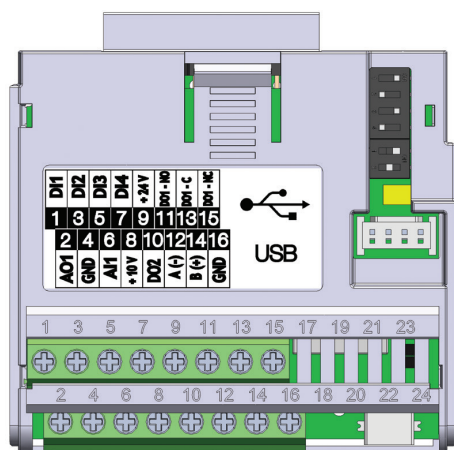

Figura 17.3: Módulo Plug-in CFW500-CUSB
O módulo plug-in CFW500-CUSB tem a interface Serial (1) através da porta RS-485 nos bornes 12(A-) e 14(B+), bem como a interface Serial (2) através da porta USB no conector padrão mini USB (mini B), veja Figura 17.3 na página 17-1.